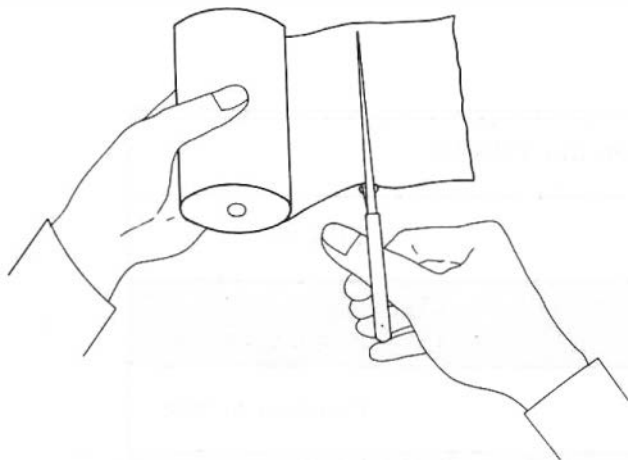

Figure 5. Coupe à angle droit du papier.
1. Avec une paire de ciseaux, couper l'extrémité du papier à angle droit avec les bords. (Voir figure 5).